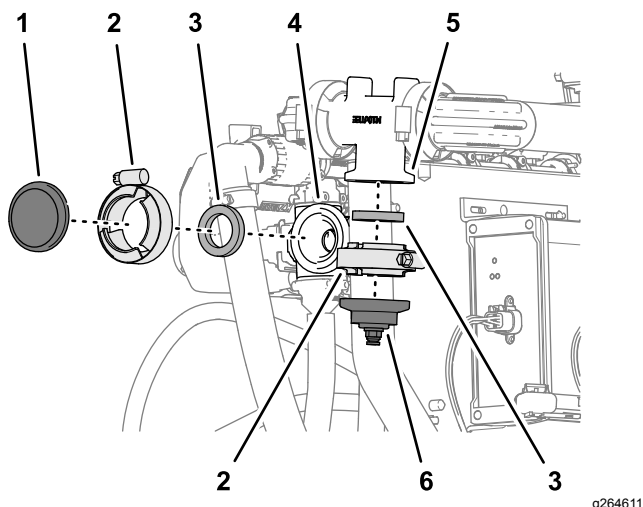

Figure 137
1. Retirez le collier bride assorti du joint qui fixe l'obturateur ordinaire à la bride de la vanne de buse 10 (Figure 137).
2. Retirez le collier bride et le joint qui fixent l'obturateur et le raccord de tube à la bride du collecteur de débitmètre (Figure 137).